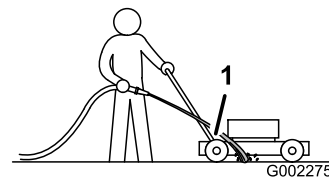

Figura 23
3. Mantenha a mangueira ligada ao nível da pega e direcione a água para fluir para o solo mesmo em frente da roda traseira direita (Figura 23).